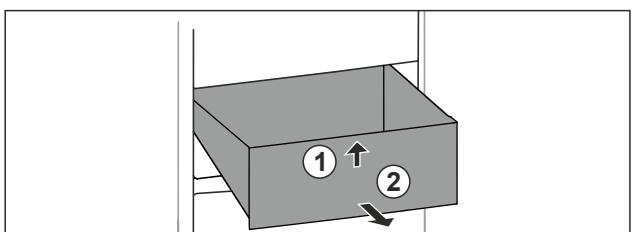

Fig. 86
- Nadzvedněte zásuvku vpředu. Fig. 86 (1)
- Vyjměte zásuvku dopředu. Fig. 86 (2)